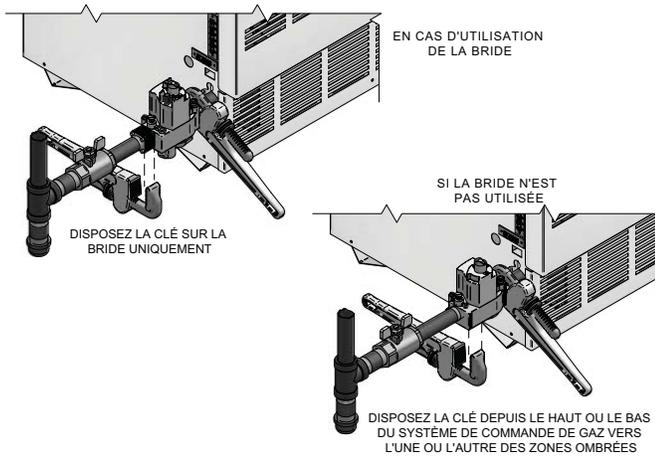

Figure 3 - 2_Clé
7. Raccordez le tuyau à la soupape de gaz ou à l'admission de la rampe d'alimentation. Utilisez une clé aux extrémités carrées de la soupape de gaz (FIG. 3 - 2).